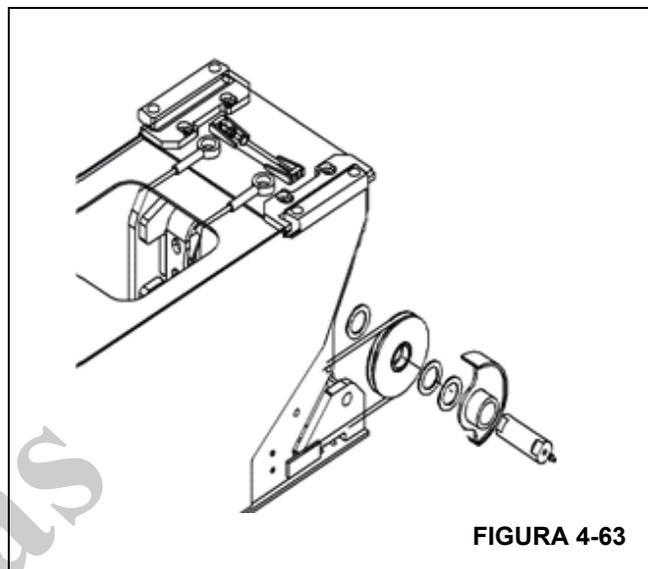
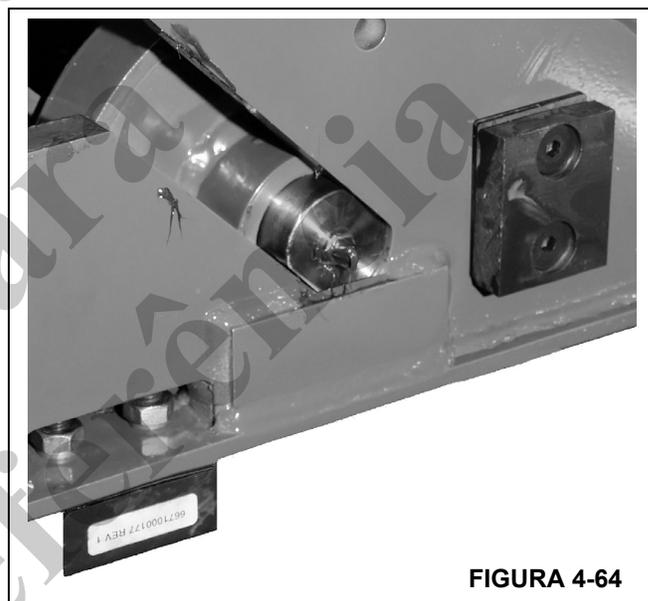

FIGURA 4-63
FIGURA 4-64
- 7. Monte o conjunto de polias da seção volante como mostrado na Figura 4-63 e na Figura 4-64. Observe que o pino tem uma arruela de encosto voltada para dentro da lança e duas arruelas de empuxo para fora da lança.